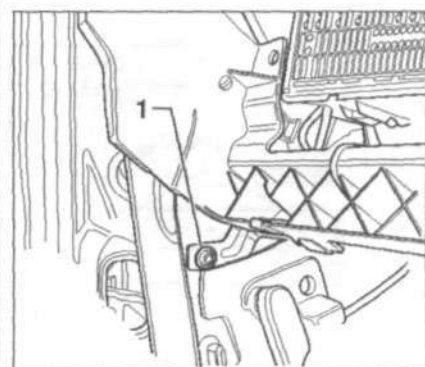

Рис. 13.60. Открутите болты 1 с обеих сторон.
13. Открутите болты 1 с обеих сторон (рис. 13.60).